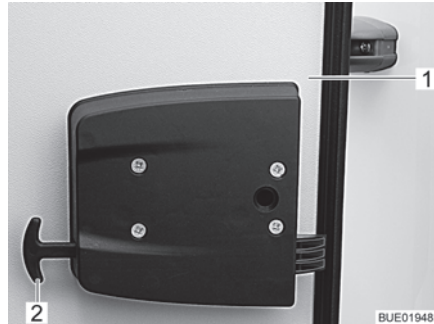

Fig. 40 Desbloqueo de emergencia de la trampilla del garaje
- Tirar ambos tiradores del desbloqueo de emergencia (Fig. 40,2).
- Empujar la trampilla del garaje (Fig. 40,1) hacia fuera.